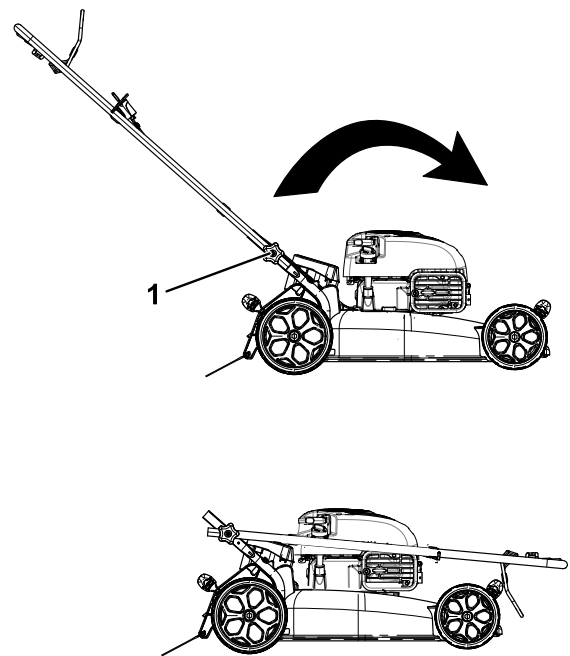

Figura 22
2. Afloje los pomos del manillar hasta que pueda mover el manillar libremente (Figura 22).
1. Pomo del manillar (2)
3. Mueva del manillar hacia adelante según se indica en Figura 22.